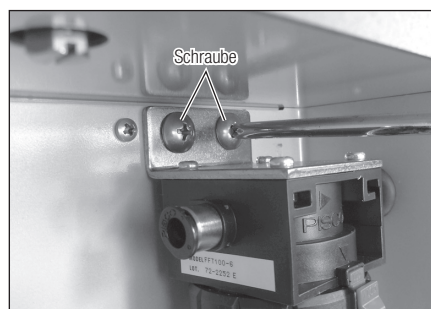

Abb. 32
- 3) Entfernen Sie die Schrauben mit einem Kreuzschlitz-Schraubenzieher, um den Luftfilter zu entfernen (Abb. 32).